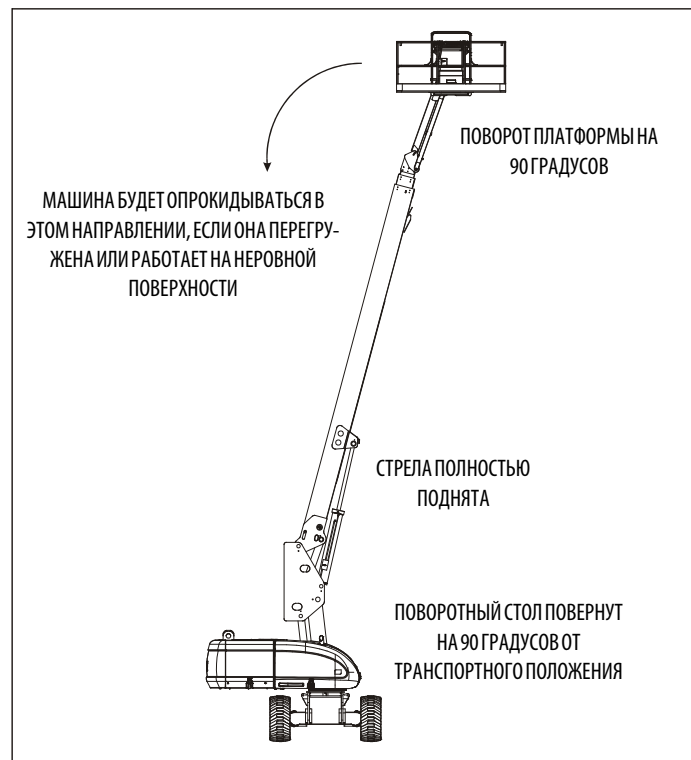
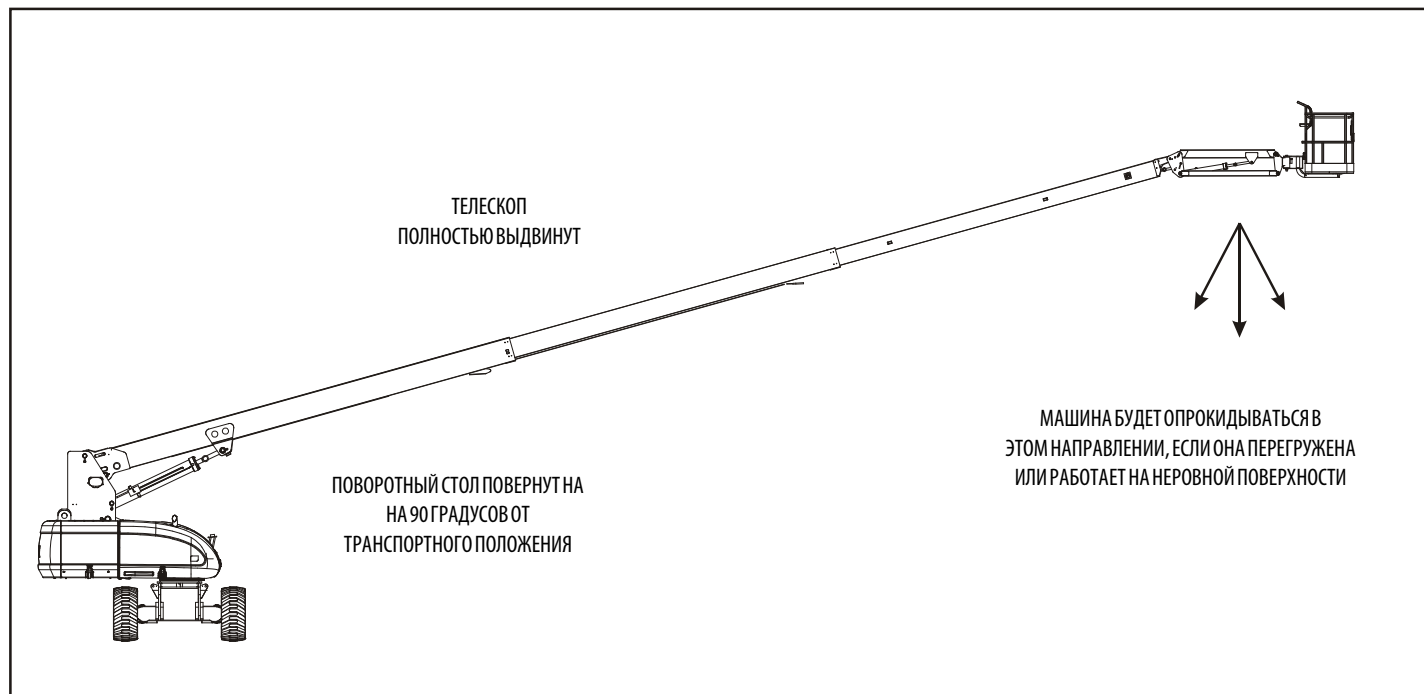

Рис. 4-2. Положение минимальной устойчивости против опрокидывания назад
Рис. 4-3. Положение минимальной устойчивости против опрокидывания вперед
Устойчивость машины определяется двумя (2) параметрами, которые называют устойчивостью к опрокидыванию ВПЕРЕД и НАЗАД. Для ознакомления с положением машины с минимальной устойчивостью к опрокидыванию ВПЕРЕД (См. Рис. 4-3.), а для ознакомления с положением машины с минимальной устойчивостью к опрокидыванию НАЗАД (См. Рис. 4-2.)